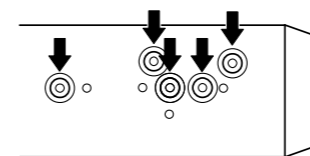
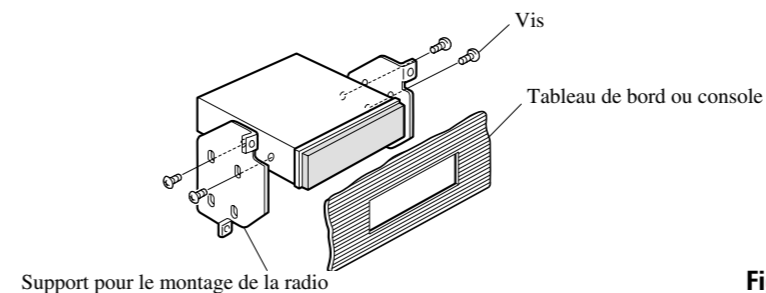

Fig. 13
Fig. 14
**2. Fixation de l'appareil au support pour le montage de la radio installée par le constructeur. (Fig. 13) (Fig. 14)**